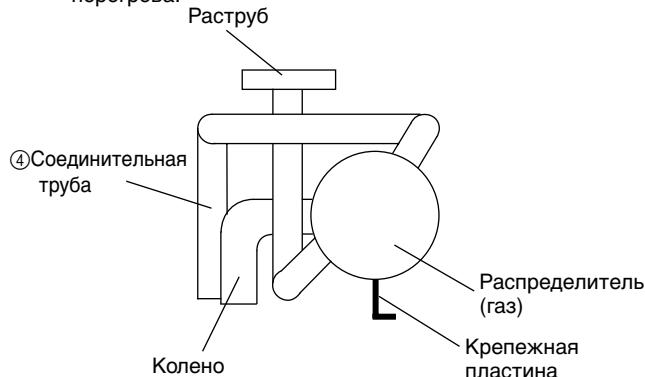
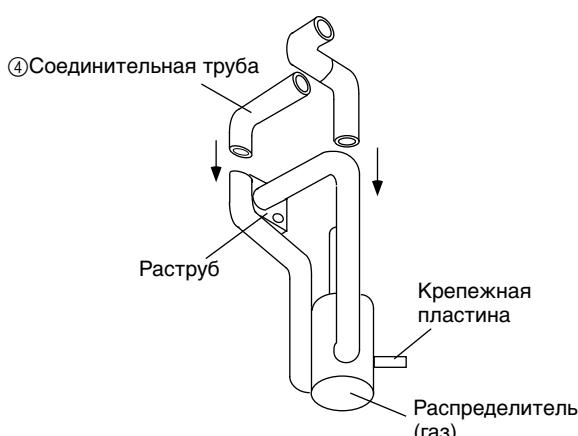

Рис. 2
Рис. 3
(3) Припаяйте соединительную трубу (④) и трубопровод, собранный на этапе (2), к распределителю (газ), так чтобы соединительная труба оказалась подсоединеной как показано на Рис. 2. Порядок сборки изображен на Рис. 3. При пайке трубопровода охлаждайте припаваемый участок трубопровода на стороне распределителя при помощи увлажненной тряпки для предотвращения перегрева.